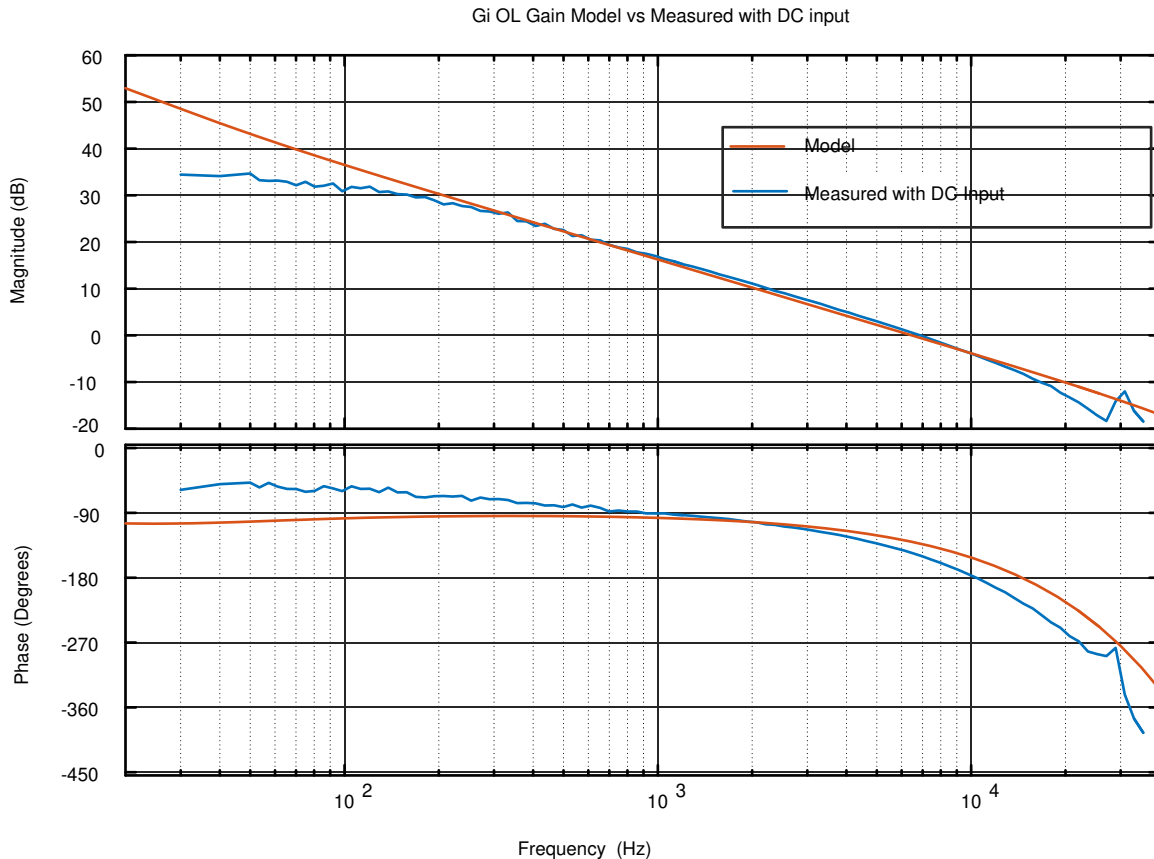

図 29. SFRA実行と閉電流ループ、開ループ利得モデルとの関係
9. SFRA GUIがデバイスに接続します。これで**Start Sweep**をクリックして、SFRA掃引を開始できます。SFRA掃引が完了するまでには数分かかります。SFRA GUIのプログレスバーを確認したり、UARTの動作を示す制御カード裏面の青色LEDの点滅をチェックすることで、動作を監視できます。終了すると、開ループプロットによるグラフが表示されます。これを測定プロットと比較すると、図 29に示すようにモデルと測定値の間に良好な相関関係があります。これにより、設計した補償器が確かに安定しており、モデルが正確であることを検証できます。